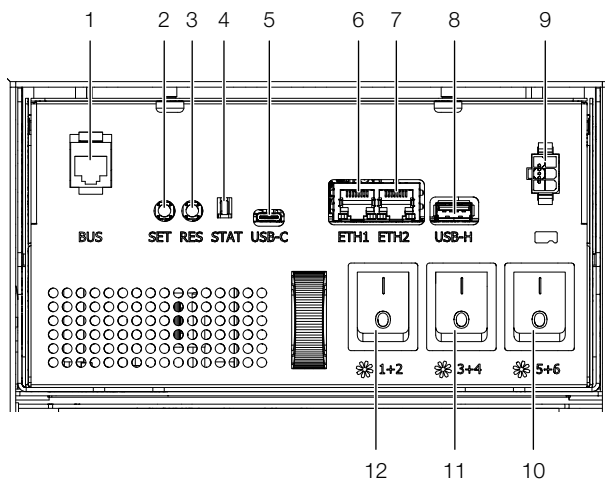

Imagen 102: Climate Control
Para conectar el equipo en servicio normal (servicio de regulación), pulse brevemente la tecla SET (imagen 102, pos. 10).
se conectan los sensores a la primera conexión CAN-Bus en la parte trasera del equipo (imagen 102, pos. 1) y se configuran a través de la superficie web.
1. Pulsando brevemente la tecla SET en el Climate Control (imagen 102, pos. 2). Esta acción confirma todas las indicaciones de alarma a la vez.